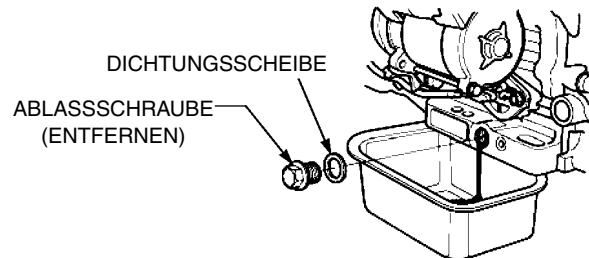

Abbildung 16. Ablassen des Motoröls
- Motoröl ablassen, wenn das Öl so warm ist wie in (Abbildung 16)